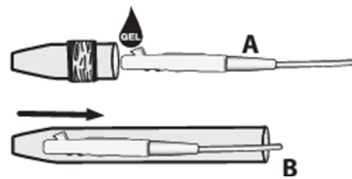

図 1
- 3) 超音波プローブのヘッド（測定部）に超音波プローブ専用の医療用エコーゼリーを塗布する。（図 1. A）
- 6) 超音波プローブとケーブルをプローブカバーで被う。（図 1. B）